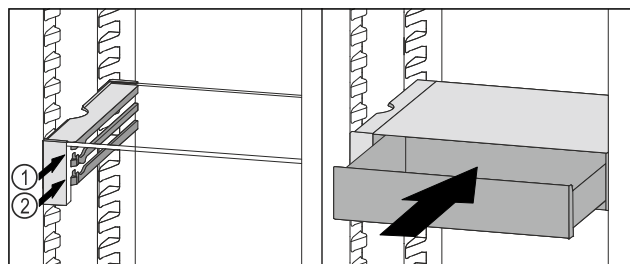

Fig. 185
- ▶ VarioSafe-Schubfach hinter den Stoppeln auf gewünschter Rippe *Fig. 185 (1)* oder *Fig. 185 (2)* aufsetzen.